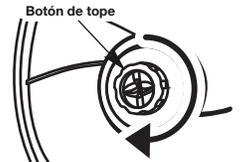

Fig. 19
1. Gire la perilla del topeón a la derecha hasta que toda la línea esté dentro del cabezal cortador (Fig. 19).
3. Lleve a cabo la cubierta del carrete, dé vuelta a la perilla del topeón a la derecha para enrollar la línea alrededor del carrete hasta cerca de 5 pulg. (12.7 cm) está resaltando de cada lado del cabezal cortador. (Fig. 19)